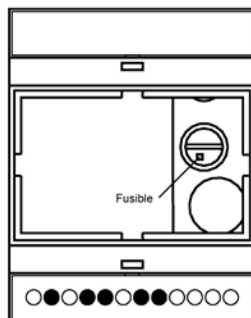

Figura 5
- Apretar suavemente la tapa del fusible y girar en sentido contrario a las agujas del reloj. (Figura 5)